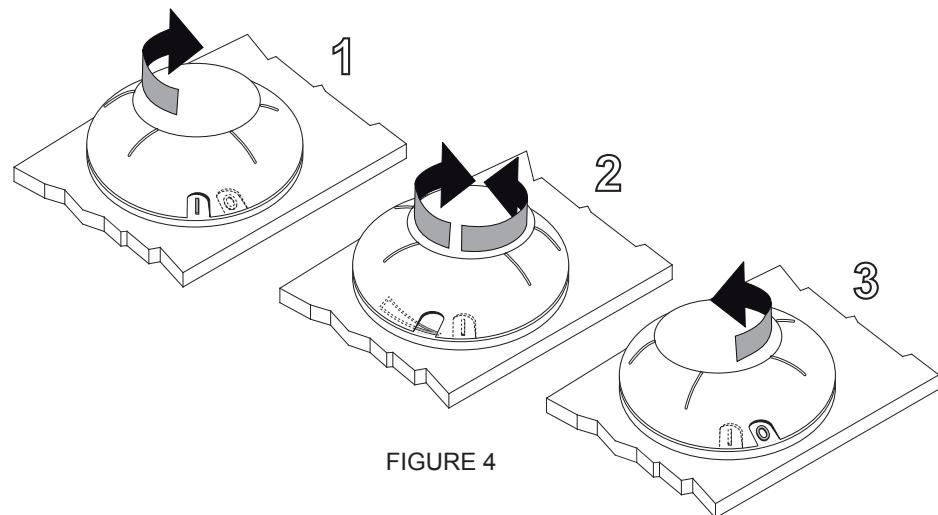

FIGURE 4
- En déplaçant la bague externe du symbole “0” au “l” (ref 1 fig 4) l'hydromassage se met en fonction.
- Régler les flux d'air en agissant sur la bague externe (ref 2 fig 4) en tournant en sens horaire ou antihoraire sur le symbole “”.
- Pour arrêter le système, tourner la baghe sur le symbole “0” (ref 3 fig 4).